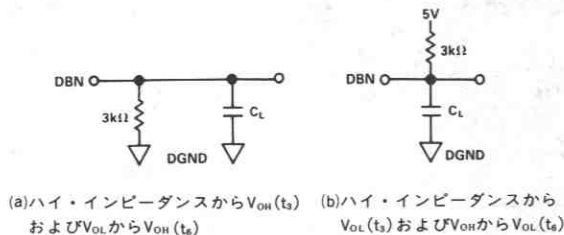

図1 アクセス時間測定のための負荷回路
- t_2 および t_6 は図1の負荷回路を用いて測定したもので、出力が 0.8Vまたは 2.4Vのレベルを交差するために必要な時間として定義されます。